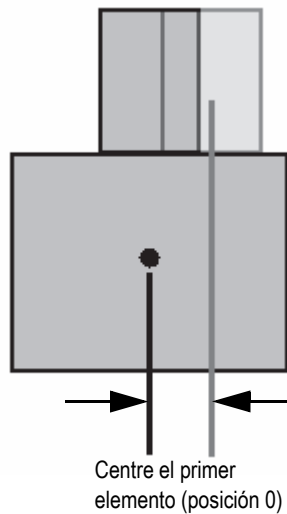

Figura 4-8 Desplazamiento secundario
- e) Seleccione el parámetro **Desplaz. secund.** e introduzca el valor **0** para indicar que la sonda se encuentra centrada sobre la suela del eje secundario. Si la sonda no está centrada sobre la suela, introduzca el valor apropiado. Véase la Figura 4-8 en la página 109.